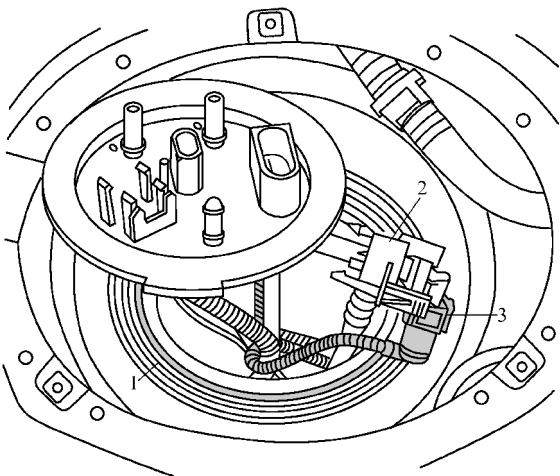

图 1-4-16 安装射流泵
(1) 把燃油输送单元放入油箱内。
(2) 如图 1-4-16 所示，将射流泵 2 插入油箱内并连接射流管 3。将新密封环 1 套到密封法兰上并将